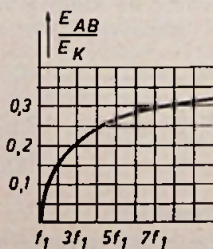
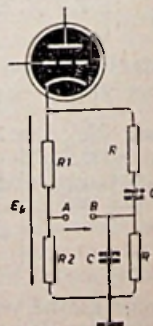
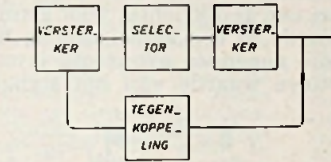
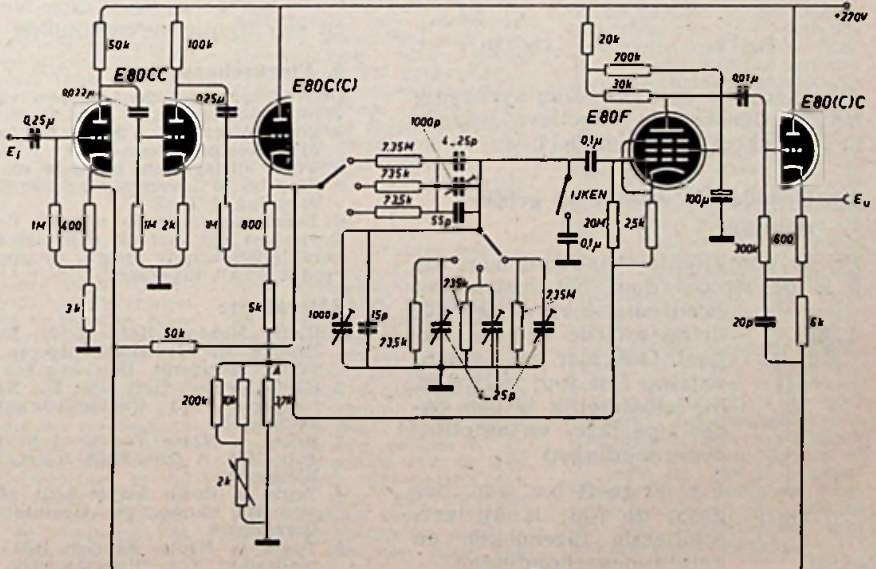

Fig. 3b
Fig. 3a
Fig. 4
Fig. 5
een selectorschakeling opgenomen, waarvan fig. 3a het centrale deel geeft. Dit bestaat uit een frequentie-onafhankelijke deler (R_1, R_2) en een frequentie-afhankelijke deler, gevormd door een brug van Wien. Het is te bewijzen, dat de spanning van A en B even groot en gelijke fase hebben wanneer:
De doorlaatkromme van de schakeling in fig. 3a verloopt zoals in fig. 3b is aangegeven. Hieruit blijkt dus dat de tweede harmonische tweemaal zoveel wordt verzwakt als de grondgolf. Een verbetering is te bereiken door de brug in een tegenkoppelschakeling op te nemen volgens fig. 4. Doordat de fase
Fig. 5 geeft de schakeling van de selector zoals hij in dit apparaat is uitgevoerd. In de katodeleiding van de E80C(C) is de schakeling van fig. 3a opgenomen. De brug wordt afgestemd door de op één as zittende condensatoren van 1000 pF.